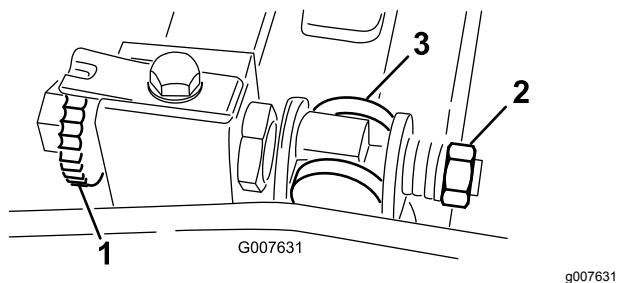

Figura 56
- Gire el tornillo de ajuste de la barra de asiento en el sentido contrario a las agujas del reloj para alejar la contracuchilla del molinete (Figura 56).
- Afloje la tuerca de tensado del muelle hasta que el muelle deje de presionar la arandela contra la barra de asiento (Figura 56).